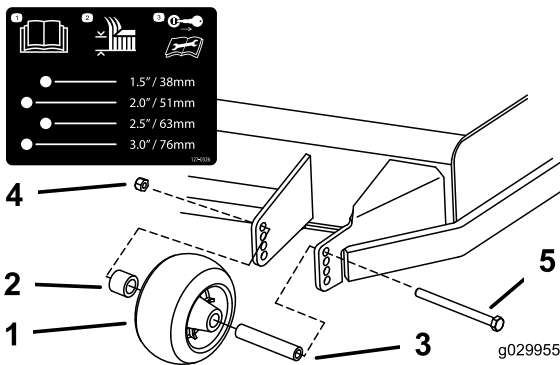
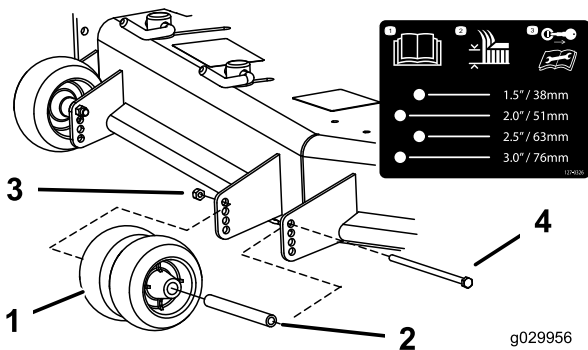
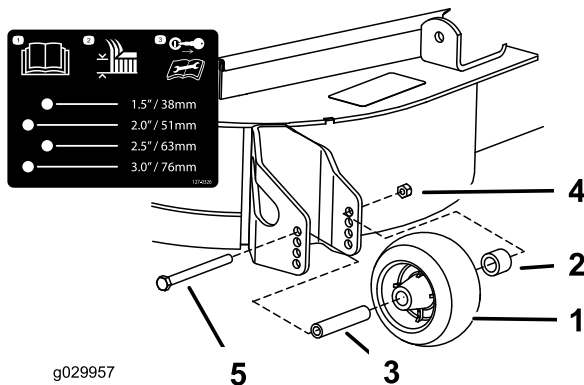

Figure 25
Figure 26
Figure 27
3. Réglez les galets anti-scalp comme montré à la **Figure 25**, la **Figure 26** et la **Figure 27**.